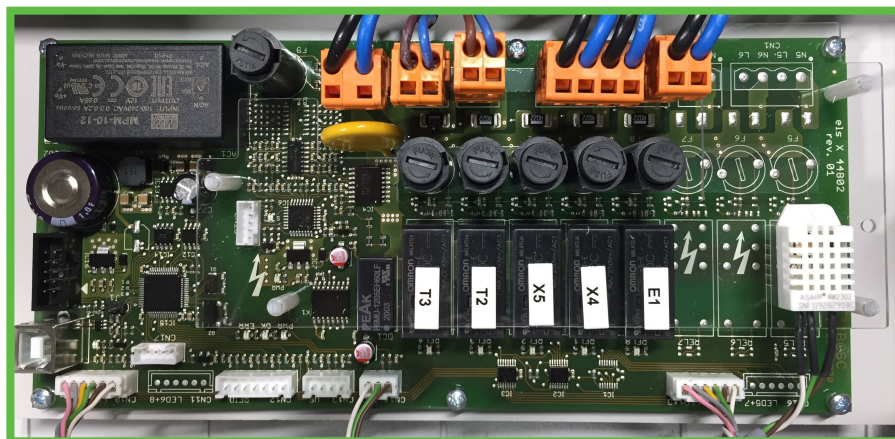

Abb. 15: Position der Sicherungen
- ▶ Identifizieren Sie die Sicherungen anhand der Bezeichnungen **E1**(Schaltschrankheizung), **X4** (Schukosteckdose Links), **X5** (Schukosteckdose rechts), **T2** (Shimano-Charger) und **T3** (Bosch-Charger) auf der Elektronikplatine (Abb. 15).